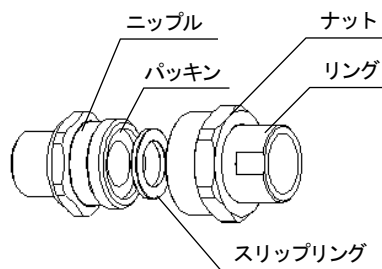

図3
③-2 ニップルからナット、リング、スリッピング、パッキンを順に外してください。(図3)